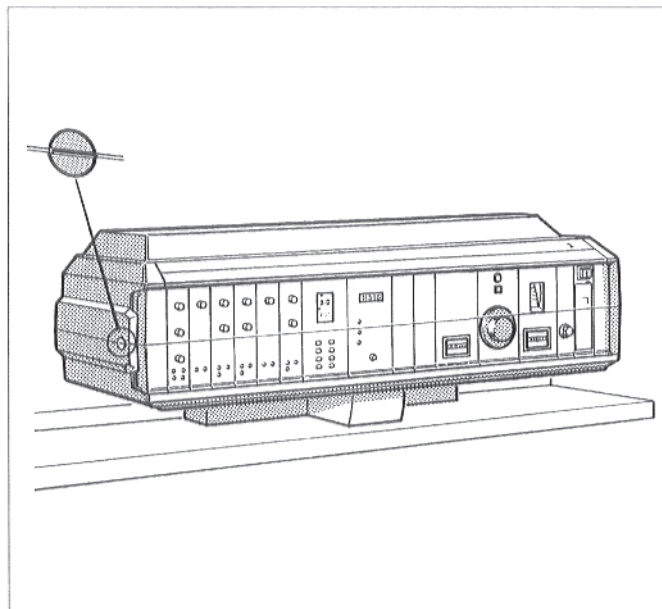

Рис. 1. Регулятор; устранить прозрачное покрытие
- Установить шлиц винтов прозрачного покрытия обоих регуляторов, в вертикальное положение, например, при помощи монеты (рис. 1). Снять прозрачное покрытие в направлении вперед.